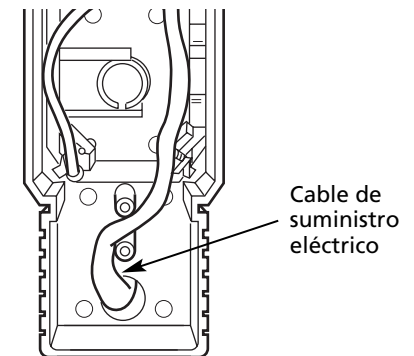

Figura 7 – Encaminamiento del Cable de Suministro Eléctrico
**PRECAUCION** El cable de suministro eléctrico debe encaminarse como se muestra en la Figura 7 para proporcionar el sistema necesario de alivio de esfuerzo.